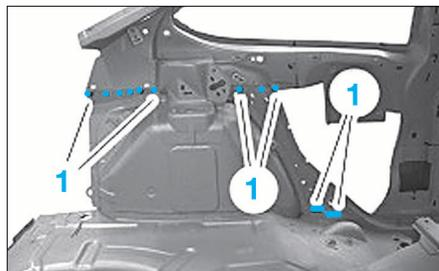

FIG. 77
- Dépointer par l'intérieur du véhicule les points de soudure (1) (Fig.77).